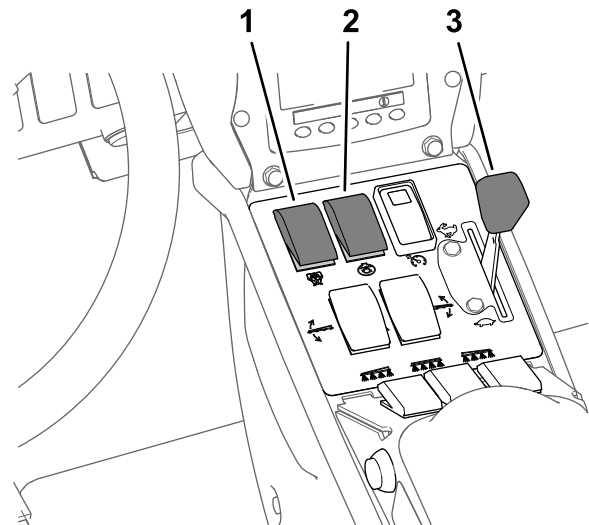

Bild 43
7. Stellen Sie den Pumpenschalter in die EIN-Stellung (Bild 43).
8. Stellen Sie die Gasbedienung in die SCHNELL-Stellung (Bild 43) und lassen Sie den Motor für zehn Minuten laufen.
6. Stellen Sie den Rührwerkschalter in die Aus-Stellung und die Gasbedienung in die SCHNELL-Stellung (Bild 43).